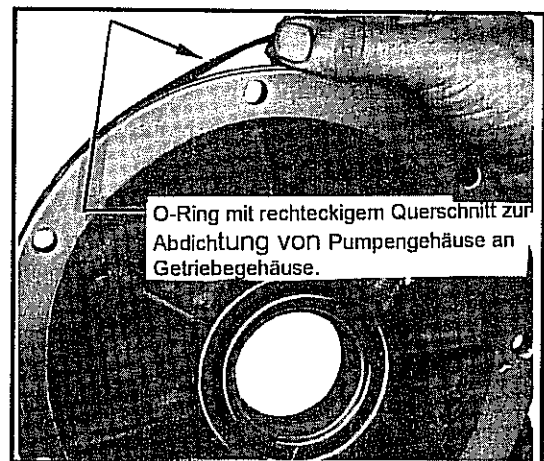

Abb. 10-69 Dichtring an der Getriebeölpumpe mit rechteckigem Querschnitt
- Den Dichtring mit rechteckigem Querschnitt am äußeren Umfang des Pumpengehäuses entfernen. Siehe Abb. 10-69. Dichtflächen zu schützen.
- Den Dichtring mit rechteckigem Querschnitt am Umfang der Pumpe ansetzen. Einen neuen Dichtring verwenden. Siehe Abb. 10-69.